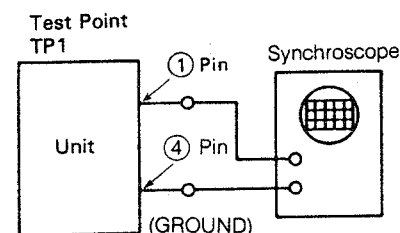

Figure 18-5
- d. Connect an oscilloscope as shown in Fig. 18-5, and adjust the X axis control screw to have the minimum waveform on the oscilloscope. (At the adjustment, move the pick-up to the position where the control screw is seen through the hole of the disc holding arm.)
- d. Das Oszilloskop wie in Abb. 18-5 anschließen und die Justierschraube der X-Achse so einstellen, daß die kleinste Wellenform am Oszilloskop erscheint. (Nach der Einstellung den Abtaster in die Position bringen, wo die Justierschraube durch das Lock im Haltebügel für die CD-Platte gesehen werden kann).
- d. Raccorder un oscilloscope de la manière indiquée à la Fig. 18-5 et ajuster la vis de commande de l'axe X de manière à obtenir la forme d'onde minimum sur l'oscilloscope. (Pendant l'ajustement, déplacer le pick-up à la position où la vis de commande est vue à travers l'orifice du bras de maintien de disque.)